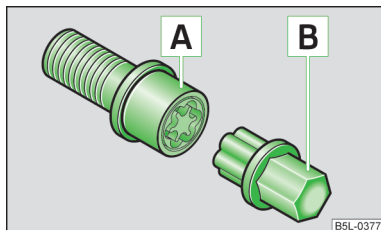

Fig. 115
- Introducir el adaptador **B** » fig. 115 con su lado dentado hasta el tope en el dentado interior del tornillo de rueda antirrobo **A**, de tal modo que ya sólo sobresalga el hexágono exterior.